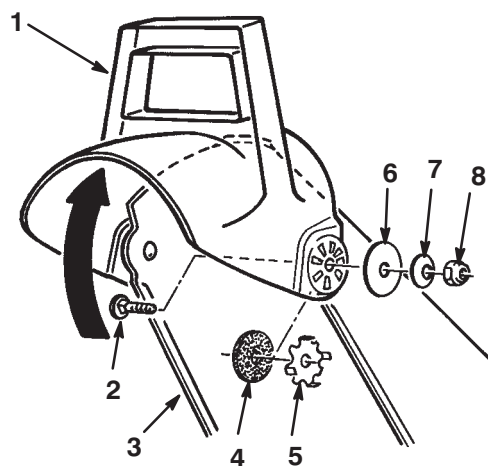

Bild 11
2. Befestigen Sie die linke Seite des Ablenkblechs mit den im Bild 11 gezeigten Teilen am Auswurfkanal.